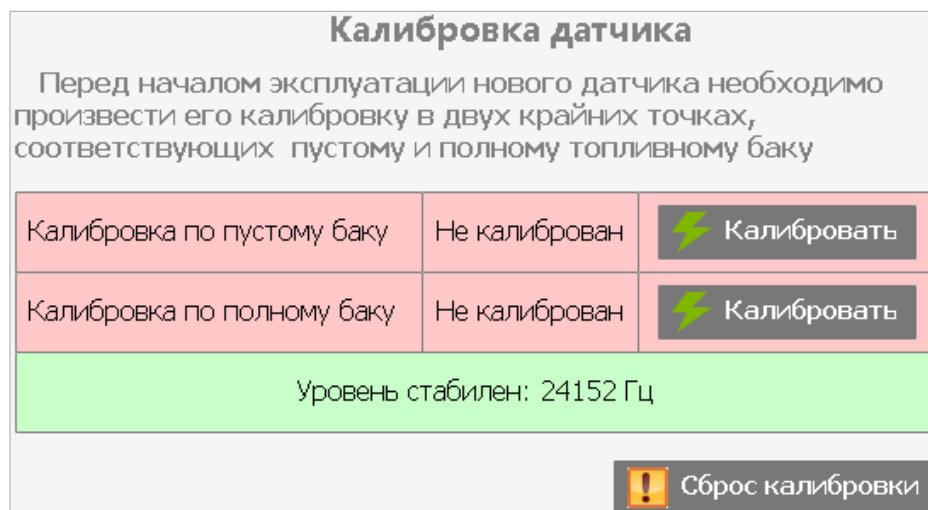

Рисунок 13. Калибровка (датчик не калиброван)
4. После стабилизации показаний в программе, произвести калибровку по «полному баку» (рис. 13).
6. После стабилизации показаний в программе, произвести калибровку по «пустому баку» (рис. 13).